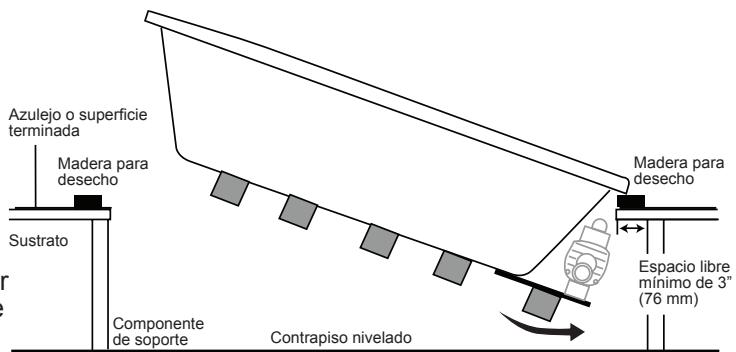

Figura 9
- 7** Coloque trozos de madera para desecho en cada una de las terminaciones del recorte; esto se utilizará como un soporte temporal antes de bajar la bañera completamente en la abertura (Figura 9).